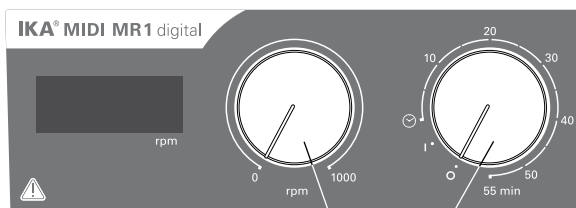

Fig. 3
- ☞ 기기를 켜려면, "ON / OFF" 및 "타이머" 회전형 노브 (B, Fig. 3 참조)를 시계 방향으로 "1"까지 돌립니다.
- ☞ 장치를 끄려면 "ON / OFF" 및 "타이머" 회전형 노브 (B)를 시계 방향으로 "0"까지 돌립니다.
- ☞ "속도(Speed)" 회전형 노브(C, Fig. 3 참조)를 돌려 모터의 속도를 설정합니다. 모터 속도는 MIDI MR 1 Digital에서는 0~1000 rpm, MAXI MR1 Digital.에서는 0~600로 설치할 수 있습니다.